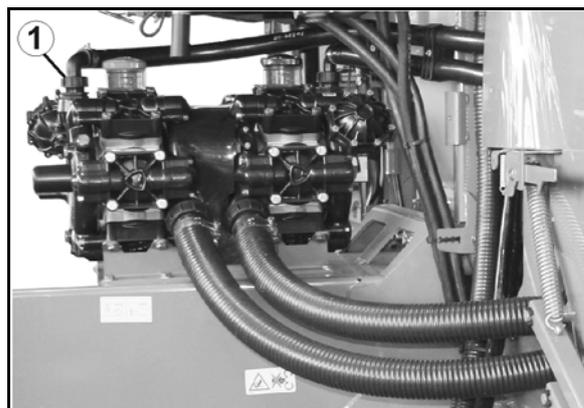

Рис. 190
1. Ослабьте накидную гайку (Рис. 190/1).